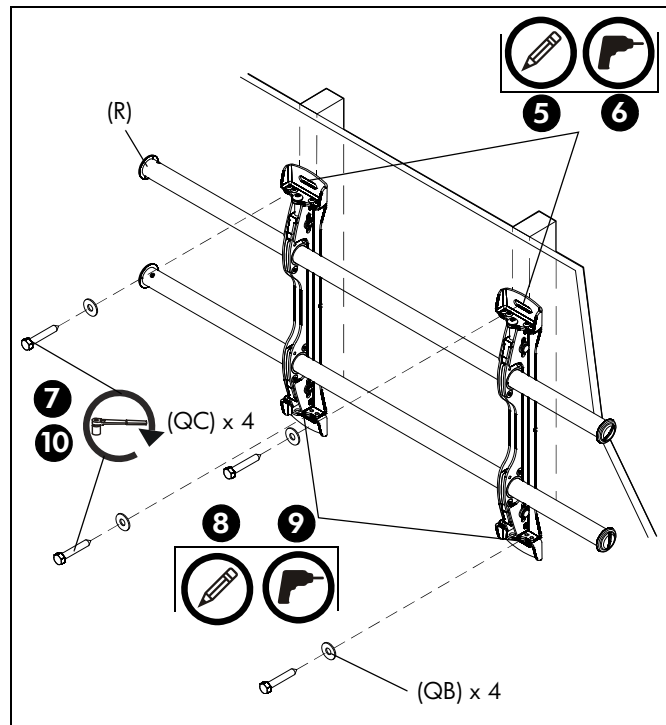

рис. 2
5. При помощи уровня сделайте на стене отметки на каждой из стоек каркаса там, где будут расположены верхние монтажные отверстия. (См. рис. 2)
7. С помощью двух болтов 5/16 x 2-1/2" (QC) и двух плоских шайб 5/16" (QB) прикрепите верхнюю часть кронштейна (R) к стене. (См. рис. 2)
8. Отметьте точки размещения нижних монтажных отверстий и убедитесь в том, что эти точки расположены на стойках каркаса. (См. рис. 2)
9. Просверлите направляющие отверстия диаметром 7/32" в местах, отмеченных для нижних монтажных отверстий. (См. рис. 2)
10. С помощью двух болтов 5/16 x 2-1/2" (QC) и двух плоских шайб 5/16" (QB) прикрепите крепление через нижние монтажные отверстия. (См. рис. 2)